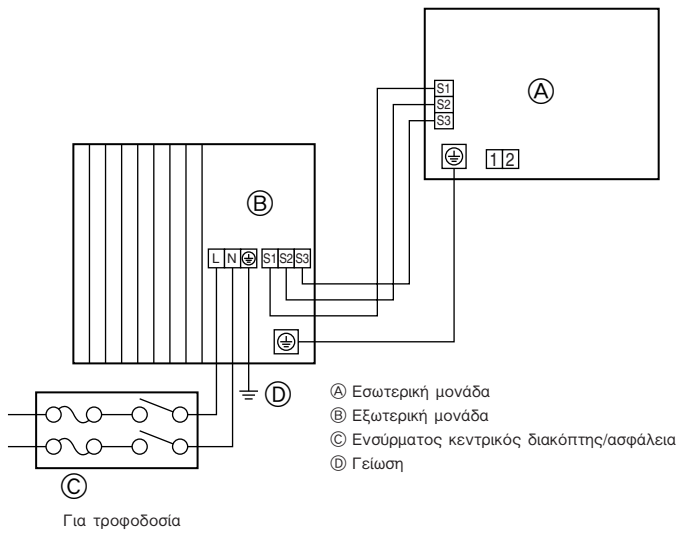
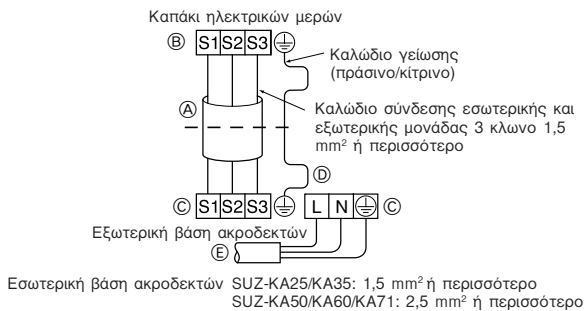
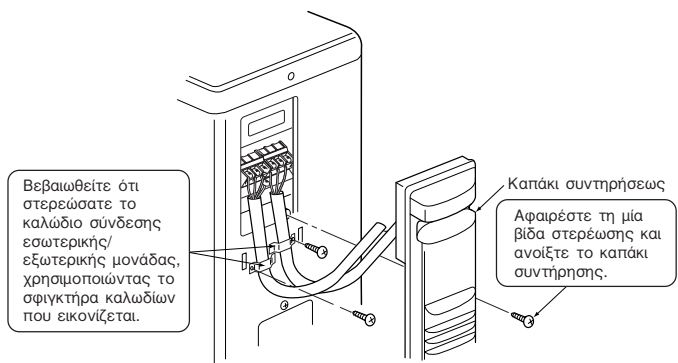
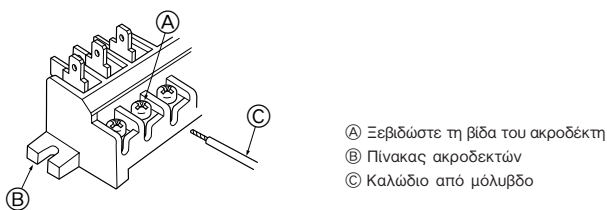

Fig. 6-1
Fig. 6-2
Fig. 6-3
Fig. 6-4
### 6.1. Εξωτερική μονάδα (Fig. 6-1, Fig. 6-2, Fig. 6-3, Fig. 6-4)
- ① Βγάλτε το καπάκι συντήρησης.
- ② Συνδέστε τα καλώδια σύμφωνα με τις Fig. 6-1, Fig. 6-2, Fig. 6-3 και Fig. 6-4.
- Εκτελέστε την καλωδίωση, όπως φαίνεται στο διάγραμμα κάτω αριστερά. (Προμηθευτείτε το καλώδιο επί τόπου) (Fig. 6-2)
- Προσέξτε να μην κάνετε κακή σύνδεση των καλωδίων. (Fig. 6-4)